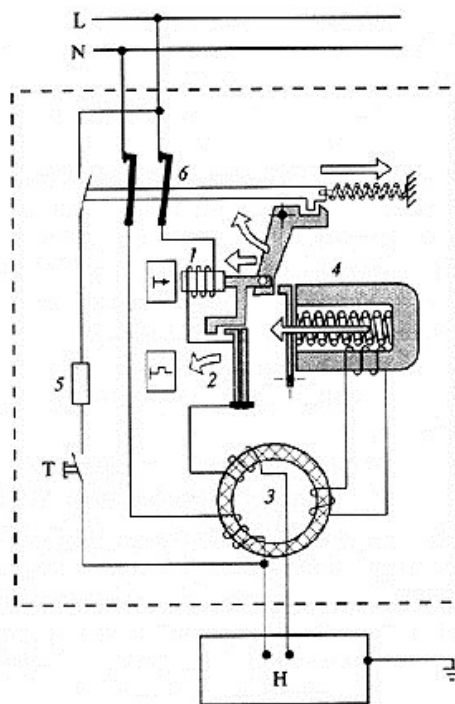

Рис.11. Устройство АВДТ:
**Устройство и принцип действия** АВДТ в части защиты от токов утечки идентичны УЗО, а в части защиты от сверхтоков – автоматическому выключателю. Схема устройства АВДТ представлена на рис.11